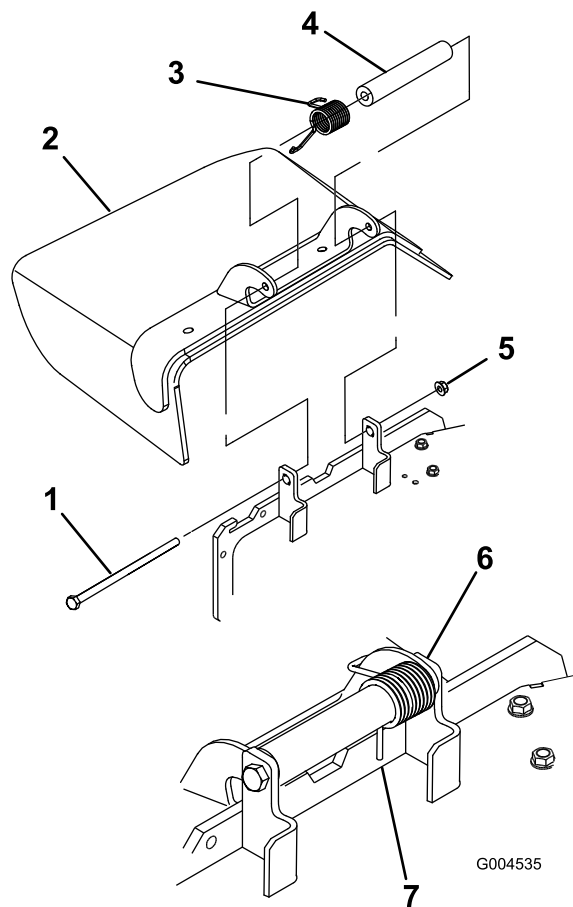

Figure 60
1. Retirez le contre-écrou, le boulon, le ressort et l'entretoise qui fixent le déflecteur aux supports de pivot (Figure 60). Enlevez le déflecteur s'il est endommagé ou usé.
**Remarque:** Prenez soin de placer l'extrémité du ressort derrière le bord du tablier avant de mettre le boulon en place, comme indiqué à la Figure 60.
3. Remettez le boulon et l'écrou. Accrochez l'extrémité du ressort au déflecteur d'herbe (Figure 60).